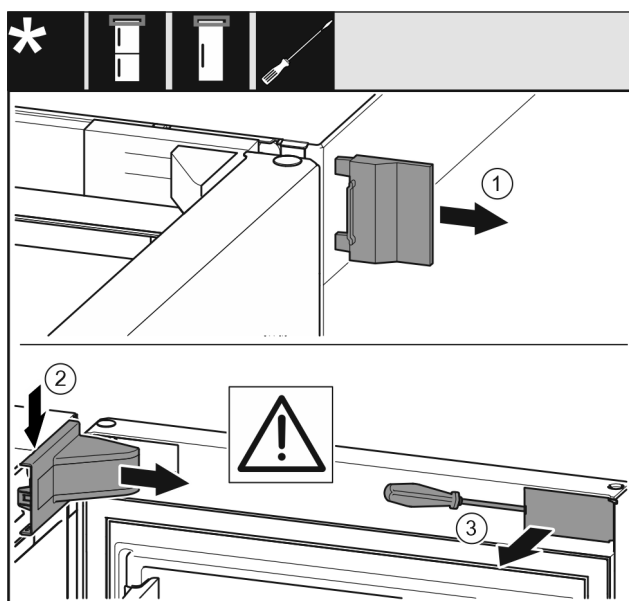

Fig. 12 \*
- Nuimkite išorinę dengiamąją plokštelę Fig. 12 (1).\*
- Atfiksukite atraminės gembės dengiamąją plokštelę Fig. 12 (2) ir ją nuimkite.\*
- Išdrožiniu atsuktuvu atfiksukite apdailos skydelį Fig. 12 (3) ir pasukite jį į šoną.\*